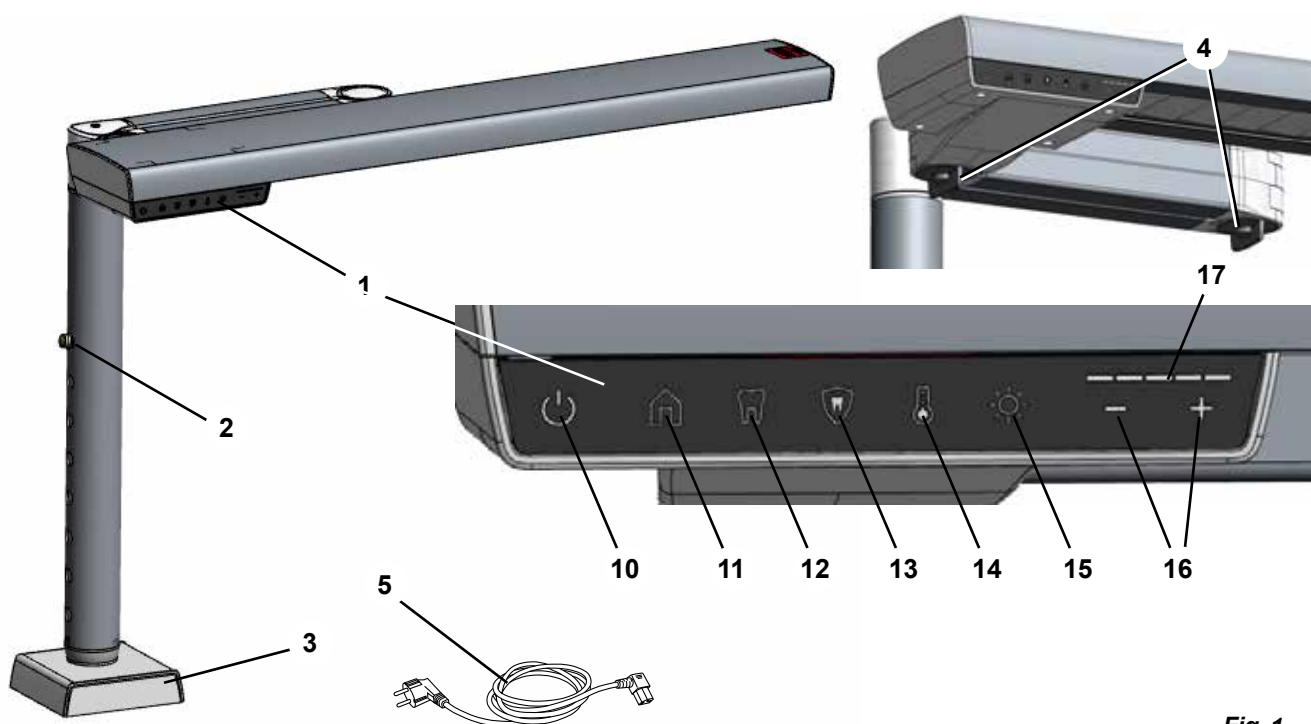

Fig. 1
⇒ Trykk inn låsen til høydejusteringen (2, fig. 1) og trekk ut innerrøret på basen til maksimal posisjon.
i For å finne egnet monteringssted, løsne skjotelåsen (4, fig. 1) og kontroller at du kan flytte arbeidsplasslampen til den optimale posisjonen beskrevet tidligere (kapittel 4.2.1).
- ♦ Tasten Brightness (15, fig. 1) lyser.
- ♦ I Intensity - visningen (17, fig. 1) vises den aktuelle verdien til lysstyrken.